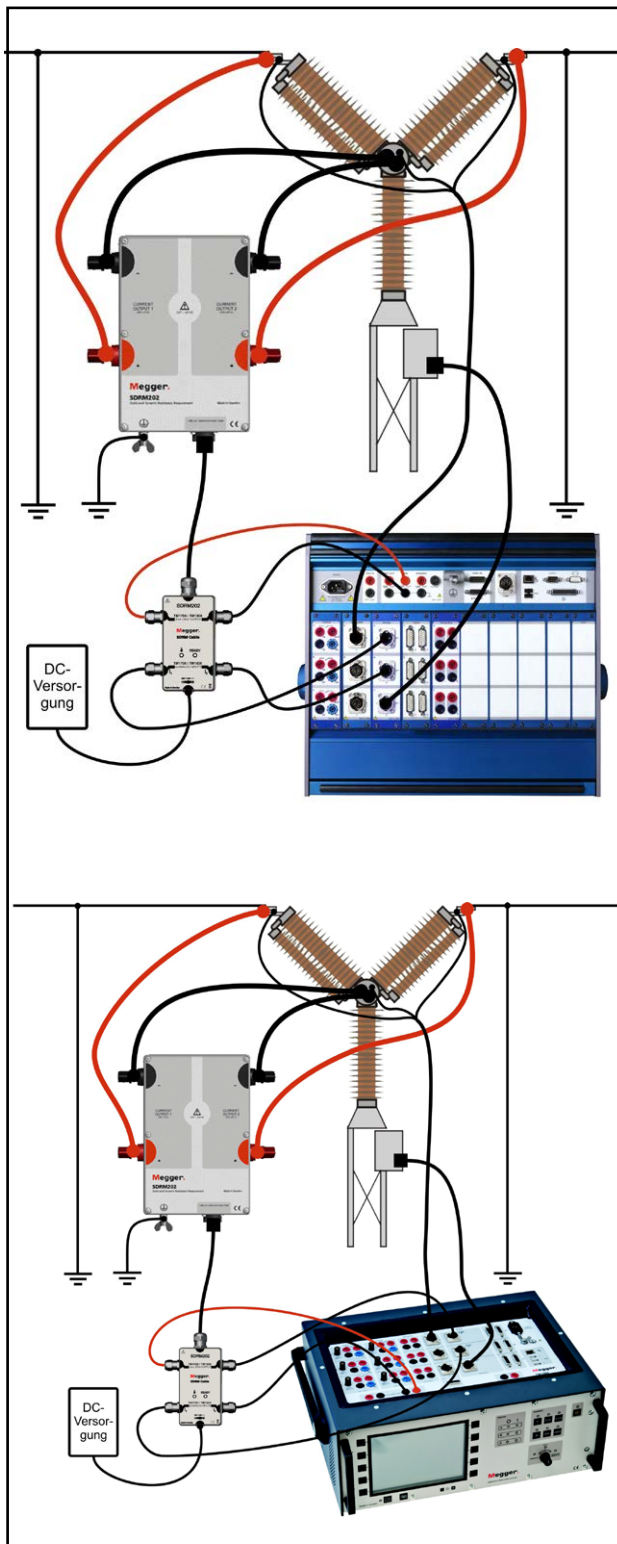

Abb. 3.2.1 Zusammenschaltung mit SDRM202. SDRM201 wird auf dieselbe Weise, jedoch nur mit einem Kanal zusammenschaltet.
- 4] Verbinden Sie SDRM201/202 und den Schalter gemäß Abb. 3.2.1.